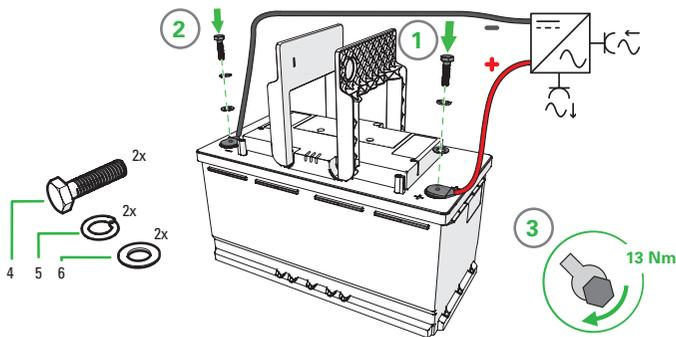

Abbildung 4.
2. Last oder Ladegerät mit der X2-Klemme (+) des Akkus verbinden. (Abbildung 4)
3. Die X1-Klemme (-) des Akkus verbinden. (Abbildung 4)